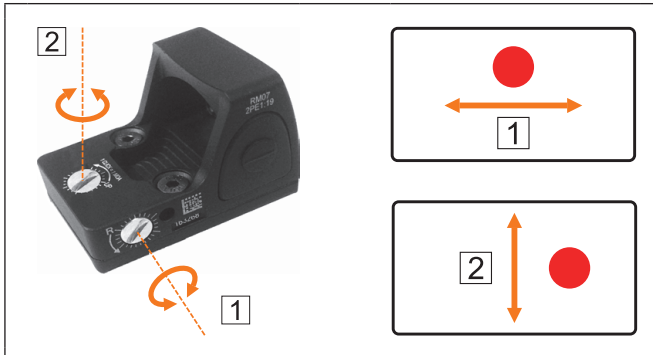

Abb. 18: Visier – Entfernung einstellen mittels Stellschrauben
4. Stellen Sie das Visier mithilfe der Stellschrauben ein (Abb. 18).